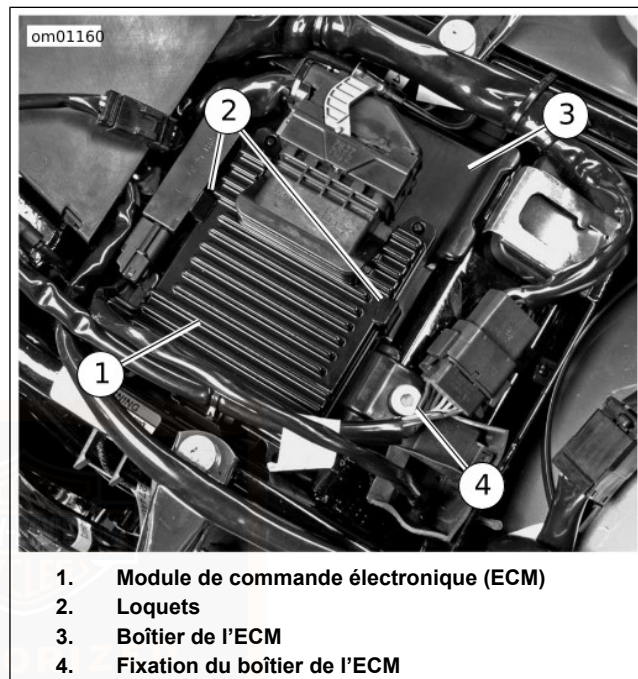

Figure 72. Boîtier de l'ECM : modèles Touring
2. Voir Figure 72. Pousser sur les loquets (2) pour les éloigner de l'ECM (1) et détacher du boîtier ECM (3).
3. Retirer la fixation (4) de l'arrière du boîtier ECM.
7. Voir Figure 72. Installer le boîtier ECM sur le compartiment de la batterie. Serrer la fixation du boîtier ECM 20–27 N·m (15–20 ft-lbs).